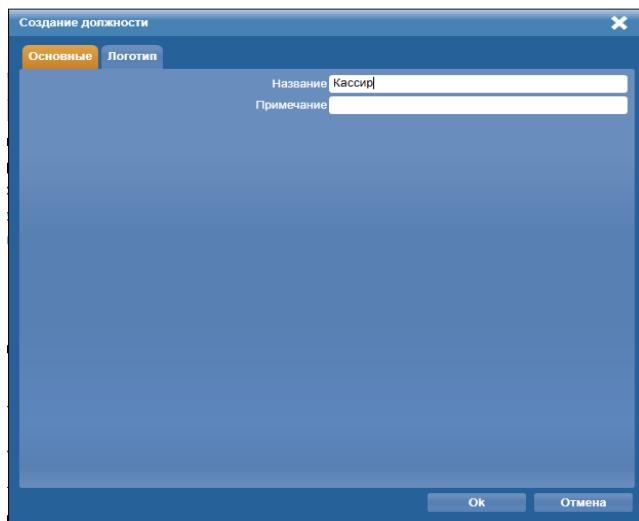

Рисунок 19. Окно **Создание должности**
- На вкладке **Основные** (Рис. 19) ввести основные сведения о должности: **Название** должности и при необходимости ввести примечание (отображается в списке должностей);
- 5) Нажать кнопку **Редактировать** на панели меню, Отобразится окно **Свойства должности**, которое по структуре идентично окну **Создание должности** (Рис. 19). Процесс редактирования свойств должности идентичен про-